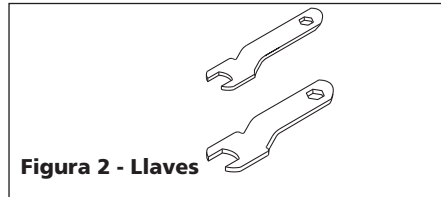

Figura 2 - Llaves
2. **Ajuste firmemente el mandril portapieza con llaves (incluidas con algunos modelos) (Vea la Figura 2 & 3).** Aplique una llave a la tuerca del mandril y la otra al eje. Gire la llave de la tuerca del mandril hacia la derecha, mientras al mismo tiempo gira la otra llave en la dirección opuesta, asegúrese de que el vástago no quede posicionado incorrectamente.